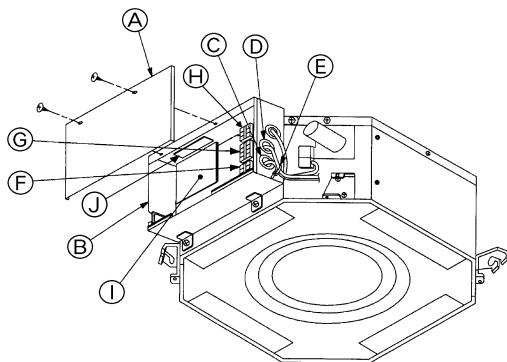

Fig. 4-1
4.1. Внутренний прибор (Fig. 4-1)
- Выбор неплавкого предохранителя (NF) или прерывателя утечки на землю (NV). Устройство для отключения питания с помощью разъединителя или подобного ему устройства во всех активных проводниках будет встроено в стационарную проводку.